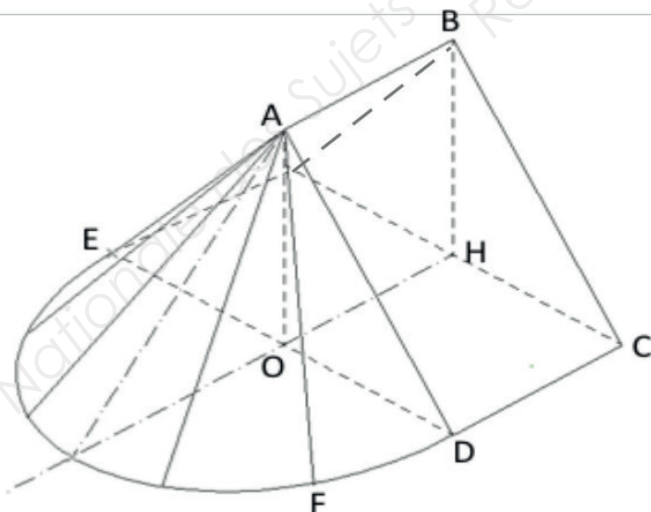
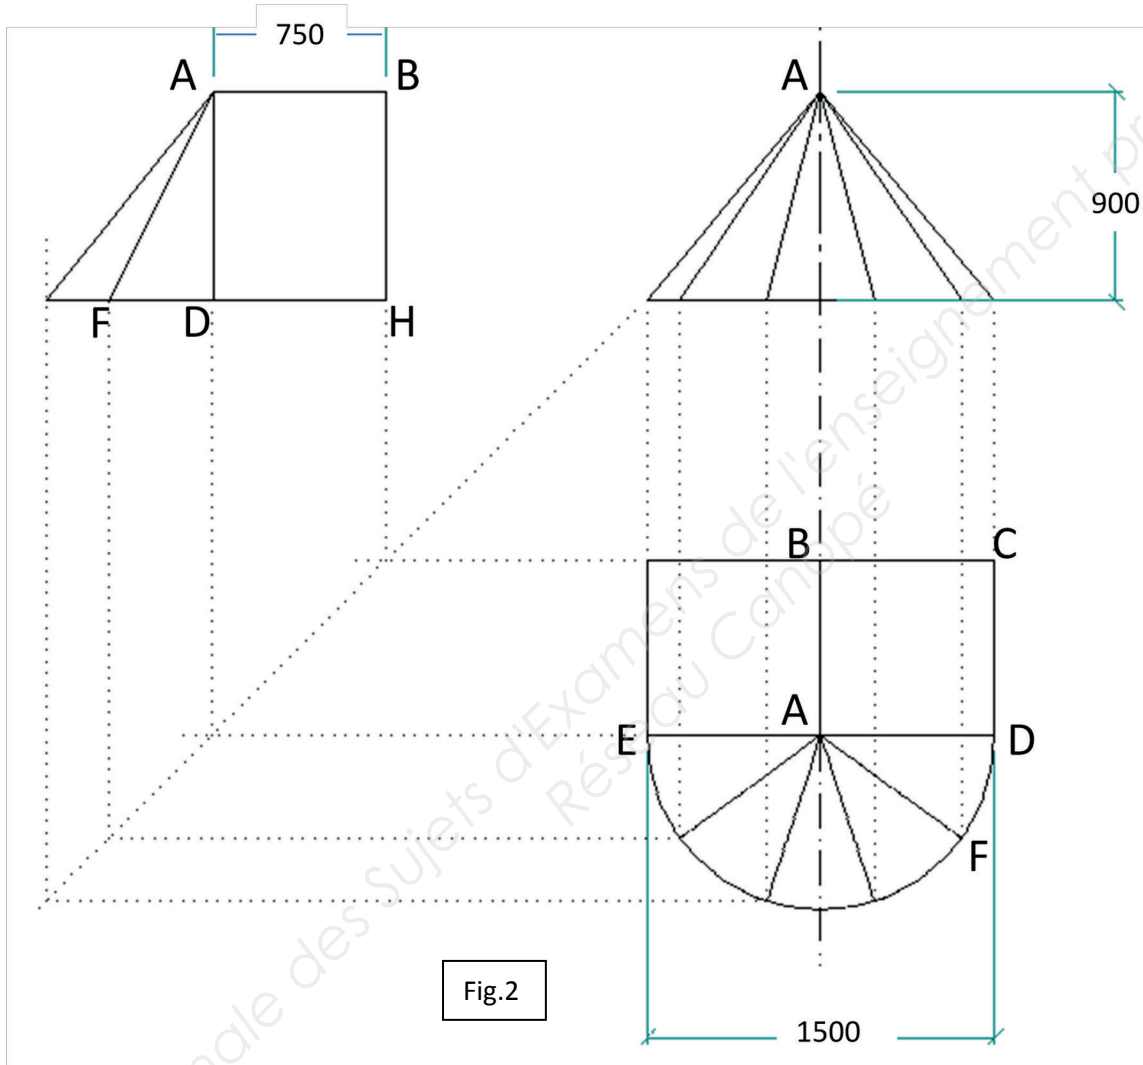

Fig.1
Fig.2
4. En vous aidant de la figure 1 et de la figure 2, calculer la longueur de barre totale nécessaire à la réalisation du cadre de la marquise (partie droite et partie circulaire). Donner le résultat en m, arrondi à l'unité.